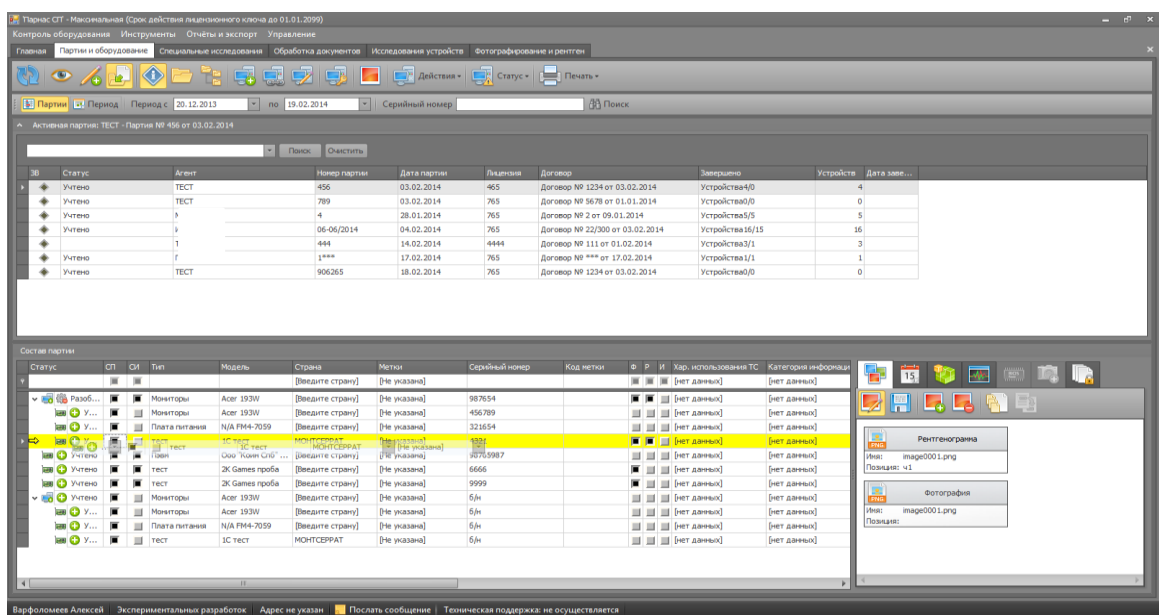

Рисунок 112
- Зафиксируйте переносимое устройство указателем мыши (зажав и удерживая левую кнопку мыши) и перетащите его в строку обозначающую устройство в которое осуществляется перемещение. (Рис. 112)